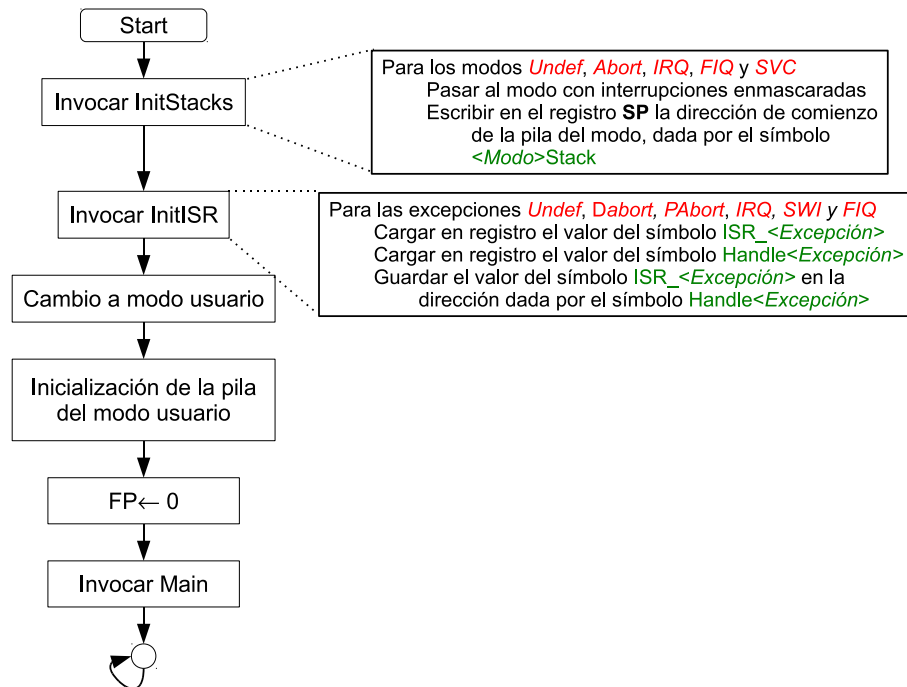

Figura 2.6: Diagrama de flujo del código de p2a.asm.
- *init.asm* En este fichero se deberán completar las dos primeras tareas anteriores. Se trata de una inicialización del sistema más completa que la efectuada en la práctica 1. En concreto, **se pide completar el código de las rutinas *InitStacks* y *InitISR***. La figura 2.6 muestra un esquema de qué deben hacer ambas rutinas. Además, debe completarse la función *ISR_IRQ()* como se explica más abajo. Las rutinas más relevantes del fichero *init.asm* son: